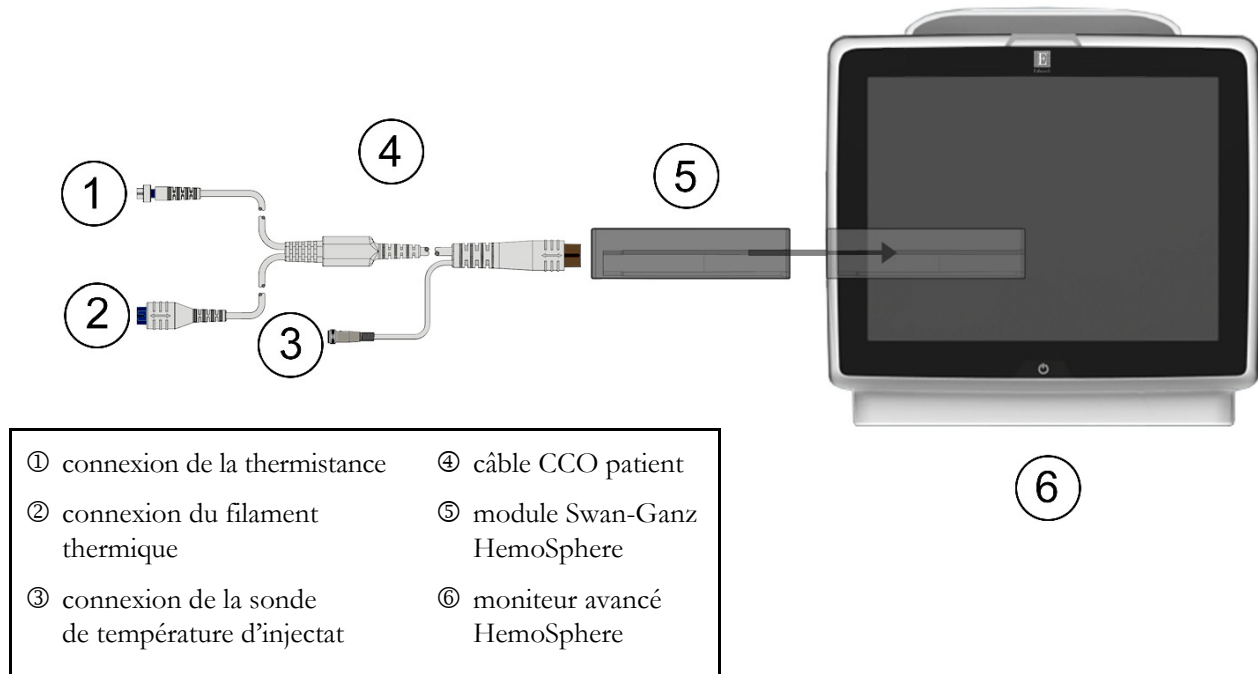

Figure 4-1 Présentation de la connexion de surveillance du module Swan-Ganz HemoSphere
Consulter la figure 4-1 pour obtenir des informations sur les connexions de surveillance du module Swan-Ganz HemoSphere.
11 Raccorder les connexions de cathéter CCO Swan-Ganz de la thermistance ① et du filament thermique ② (figure 4-1) au câble CCO patient.
11 Raccorder la connexion de thermistance du cathéter Swan-Ganz (①, figure 4-1) au câble CCO du patient.
- 11 Raccorder les connexions de cathéter volumétrique Swan-Ganz de la thermistance ① et du filament thermique ② (figure 4-1) au câble CCO patient.